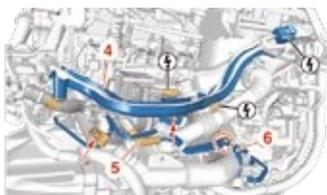
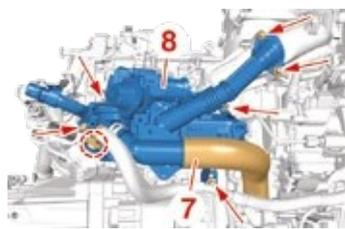
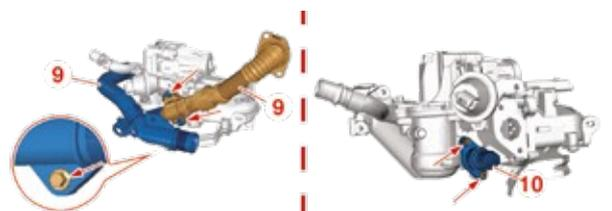

Fig. 35
Fig. 36
Fig. 37
- Spostare la guida (4) del fascio elettrico (Fig. 35)
- Scollegare il raccordo (5).
- Spostare il raccordo dei condotti (6) del circuito depressione.
- Scollegare il manicotto (7) (Fig. 36).
- Staccare il modulo di ricircolo dei gas di scarico (8).
- A banco, staccare (Fig. 37):
- i condotti (9),
- il raccordo (10).